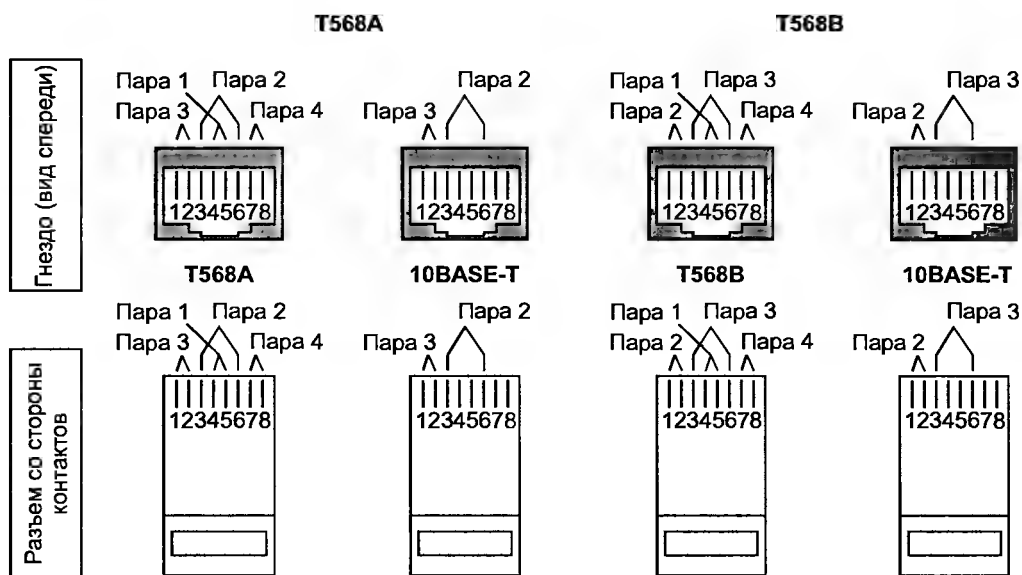

Рис. 11.2. Расположение пар и контактов на разъемах по стандартам T568A, T568B и Ethernet
- следует обращать внимание на упаковочные листы к соединителям. Некоторые фирмы выпускают соединители с отличным от приведенного на рис. 11.2 распределением пар;